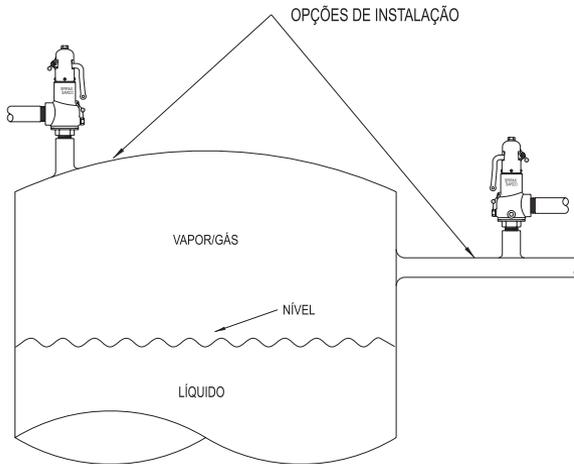

Figura 02
- Válvulas de Segurança utilizadas em serviços com gases ou vapores, devem ser instaladas no vaso, na área de vapor/gás acima do nível de qualquer líquido contido, ou na tubulação conectada a esta área, do vaso a ser protegido. (Código ASME Seção VIII, UG 135(a)) (Figura 02).